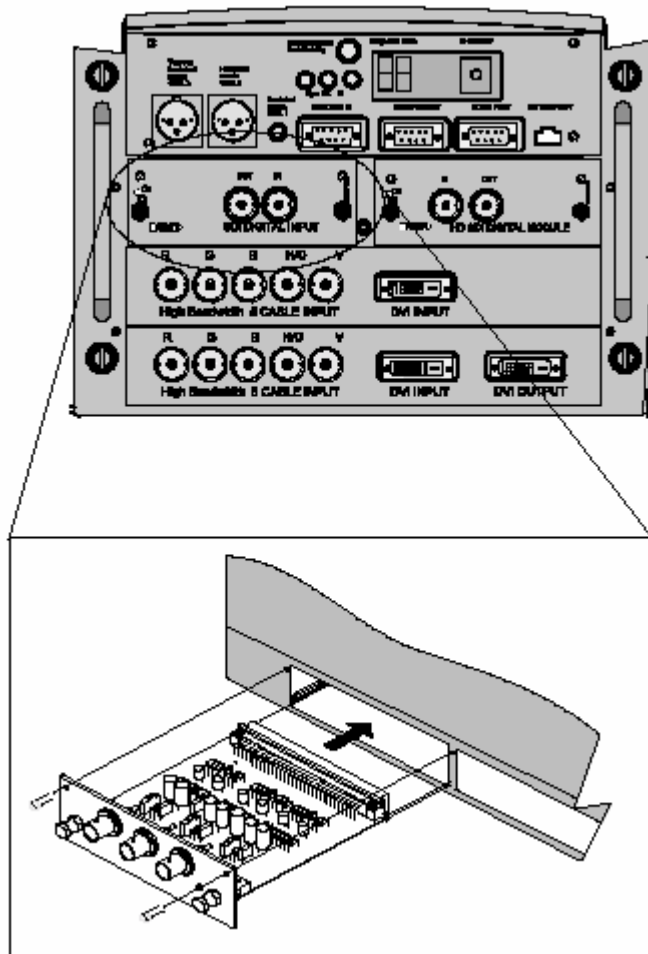

图 4-4
4. 同时推压输入模块两柄，直到模块插头插入投影机连接器（图 4-4）。